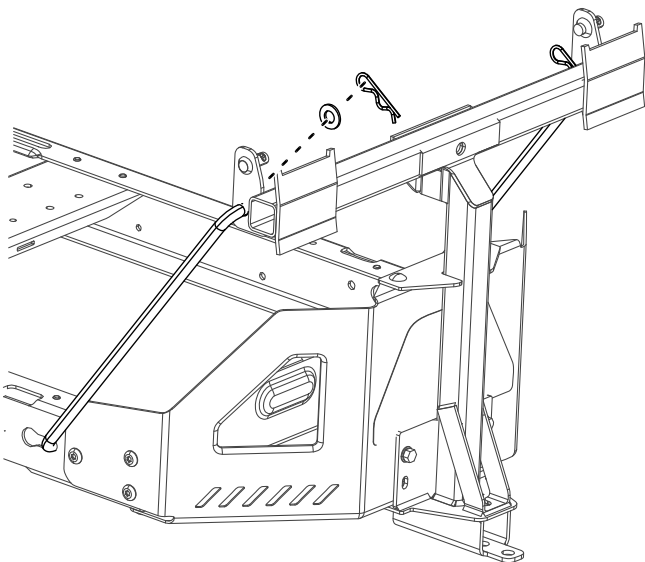

Figura 8
4. Instale el extremo doblado y abocinado de una varilla en la ranura en forma de bocallave del lado izquierdo del bastidor de la máquina, y mueva la varilla hacia atrás para encajarla en el bastidor (Figura 8).
5. Introduzca los extremos doblados de las varillas en la placa de enganche, según se indica en Figura 8, y sujete el extremo de cada varilla con una arandela y una chaveta.
2. Instale los soportes de giro sobre el bastidor de giro (Figura 8).